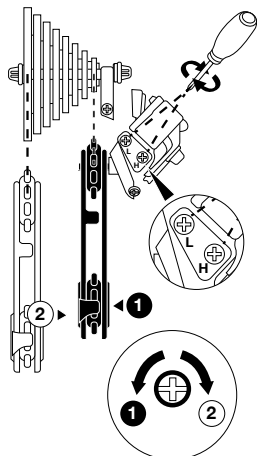

Figura 17. Impostazione delle viti di serraggio del deragliatore
2. La puleggia superiore del tendicateni deve essere allineata con il pignone superiore o inferiore quando il deragliatore si trova in posizione di alta o bassa velocità. Se la puleggia del tendicateni non è allineata, occorre stringere o allentare la vite di regolazione per ottenere la posizione corretta (vedere *Figura 17*).